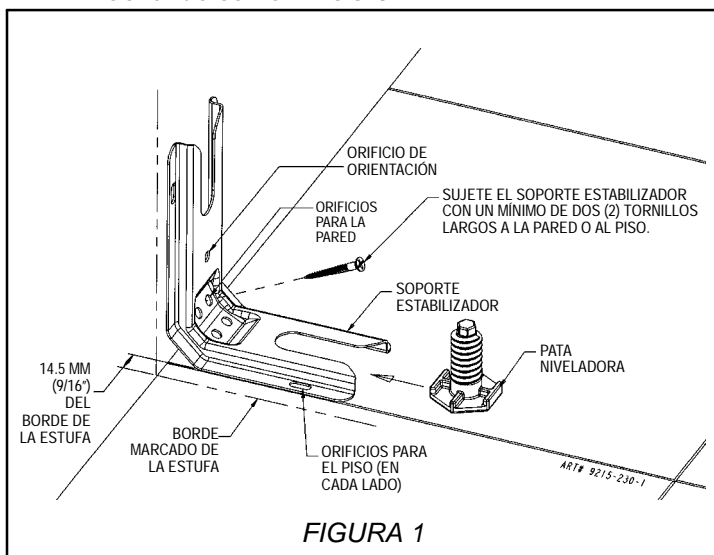
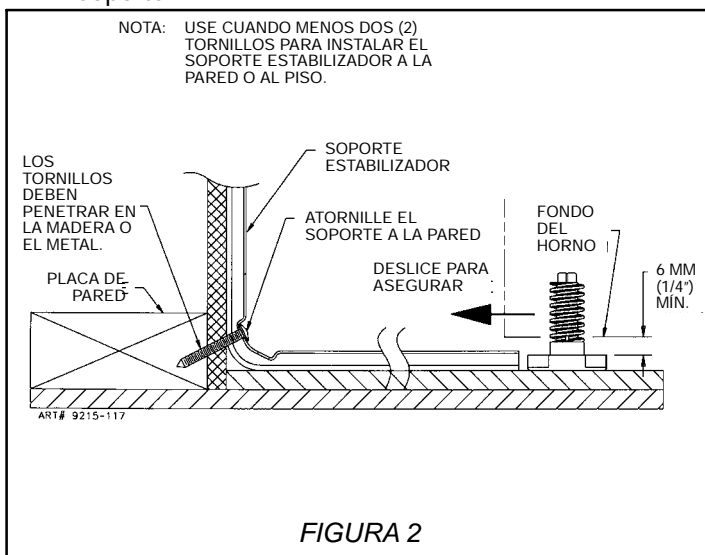

FIGURA 1
FIGURA 2
PASO 1 – Ubicación del soporte (vea la figura 1)
- Coloque el SOPORTE a 2.4 cm (9/16") del "BORDE" marcado hacia el centro del hueco y contra la pared posterior, según se muestra en la figura 1, con el orificio de orientación contra la pared.
- Use el soporte como plantilla y marque los orificios necesarios, según se muestra en la figura 1, para el tipo de construcción que usará.
- Piso: Ubique el centro de los dos orificios que se identifican en la figura 1 como "ORIFICIOS PARA EL PISO". Taladre un orificio piloto con una broca de 3 mm (1/8") en el centro de cada orificio (puede usar un clavo o un punzón si no tiene un taladro disponible). Asegure el soporte ESTABILIZADOR al piso con los dos tornillos provistos. Continúe con el paso 3.
- Pared: Ubique el centro de los dos orificios que se identifican en la figura 1 como "ORIFICIOS PARA LA PARED". Taladre un orificio piloto en ángulo con una broca de 3 mm (1/8") en el centro de cada orificio como se muestra en la figura 2. (Puede usar un clavo o un punzón si no tiene disponible un taladro.) Asegure el soporte ESTABILIZADOR a la pared con los dos tornillos provistos según se muestra en la figura 2. Continúe con el PASO 3.
- Puede obtenerse tornillos apropiados para la construcción de concreto en una ferretería. Con el taladro haga el orificio del tamaño requerido para el tipo de tornillos que haya obtenido, en el concreto, en el centro de los orificios identificados en la figura 1 como "ORIFICIOS PARA EL PISO". Asegure el soporte ESTABILIZADOR al piso. Continúe con el paso 3.
NOTA: Se requiere un espacio libre de cuando menos 6 mm (1/4") entre la estufa y la pata niveladora que se enganchará al soporte estabilizador, vea la figura 2.